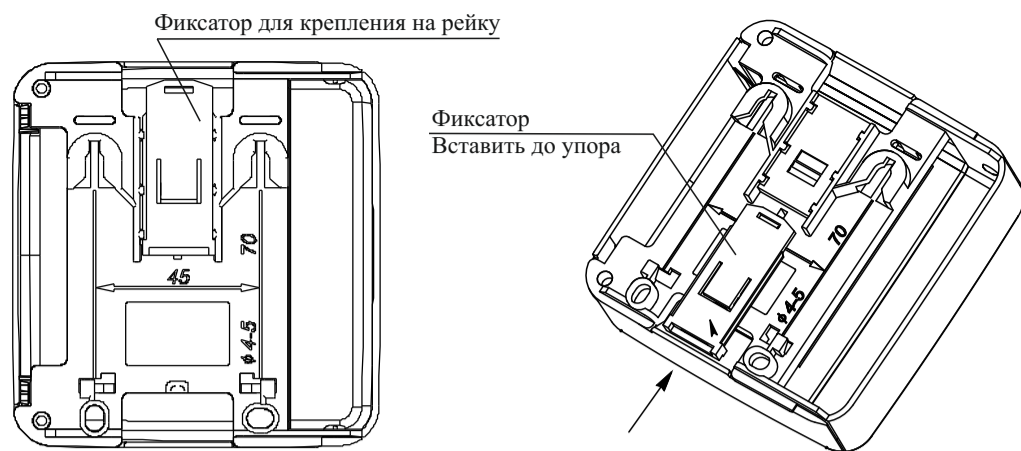

Рисунок 3
- в направляющие основания вставить фиксатор, входящий в комплект поставки (рисунок 3),